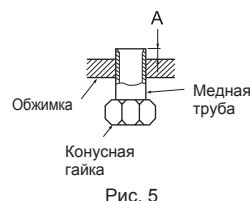

Рис. 5
- Вставьте дренажный шланг по всей его длине в основание дренажного поддона (концевое соединение). (Рис. 5) Убедитесь, что защелка дренажного шланга надежно зацепилась за выступ для крепления шланга на дренажном поддоне.